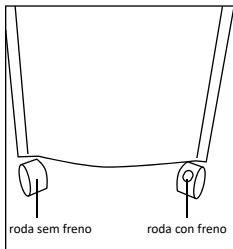

Fig. 1
2. Colocar rodas na parte inferior do aparelho usando a chave fornecida no kit. As rodas são travadas na posição para a frente, enquanto o freio traseiro desprovido. (Fig. 1)